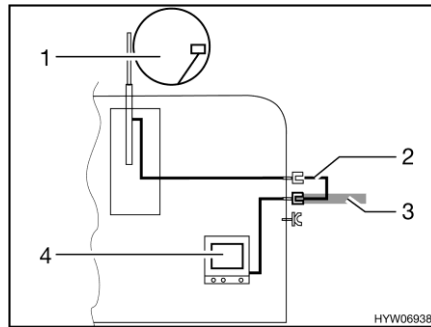

Bild 131 TV im Fahrzeug
- TV im Fahrzeug (Bild 131,4): Anschluss an Dachantenne (Bild 131,1) mit Verbindungskabel (Bild 131,2)
- TV im Fahrzeug (Bild 131,4): Anschluss an externe Antenne (Bild 131,3)